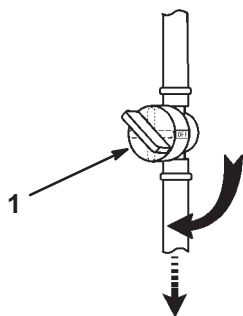

Bild 9
1. Öffnen Sie den Kraftstoffhahn (Bild 9), der sich zwischen dem Kraftstofftank und dem Motor befindet. Der Hahn sollte mit der Benzinleitung ausgerichtet sein.